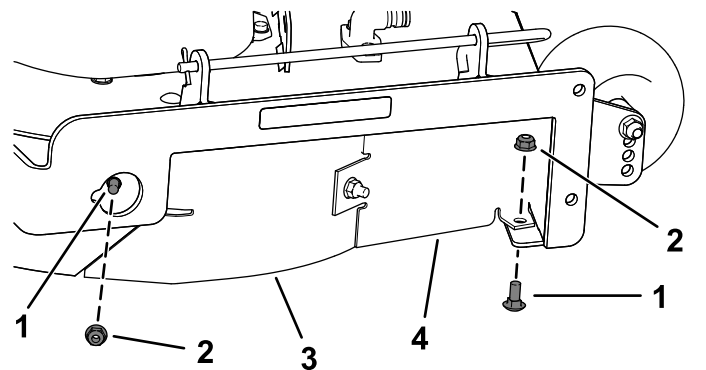

Figure 32
7. Retirez les 2 boulons de carrosserie (5/16 x 3/4") et les 2 contre-écrous (5/16") qui fixent le déflecteur droit et sa protection au plateau de coupe (Figure 32).